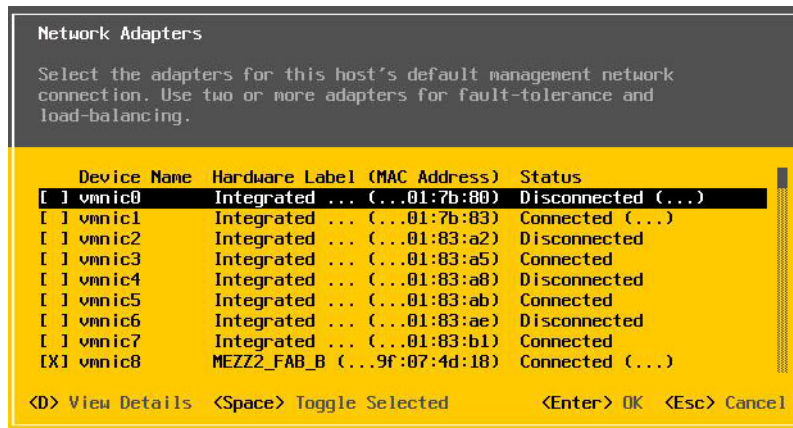

Ilustración 13-32. Selección de red de administración de ESXi
9. En las placas 57800 y 57810, la red de administración no es vmnic0. Después del inicio, abra la consola de la GUI y visualice la pantalla Configure Management Network (Configurar red de administración) y, a continuación, la ventana Network Adapters (Adaptadores de red) (Ilustración 13-32) para seleccionar el NIC que se utilizará como dispositivo de red de administración.